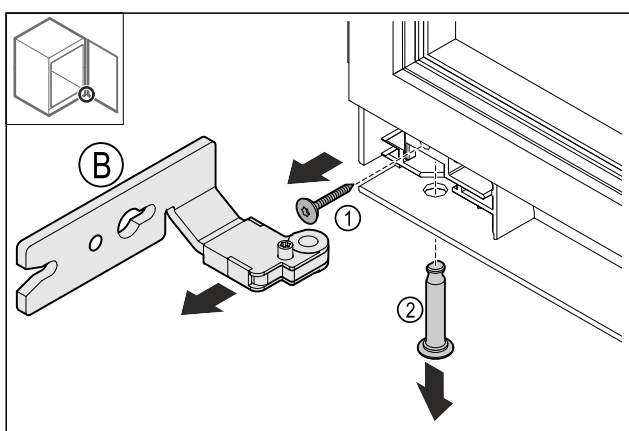

Fig. 15
- Fjern skrue Fig. 15 (1).
- Fjern bolt Fig. 15 (2).
- Fjern hengsel Fig. 15 (B).